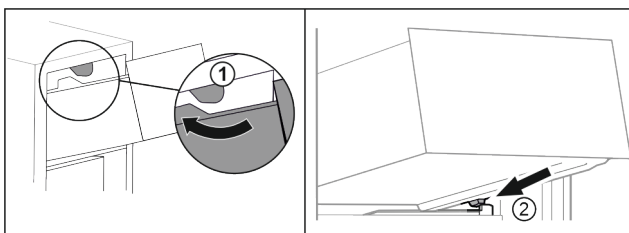

Fig. 83
- ▶ Lade om de bovenste stoppers leiden. Fig. 83 (1)
- ▶ Lade schuin achter de onderste stoppers op containerrib plaatsen. Fig. 83 (2)